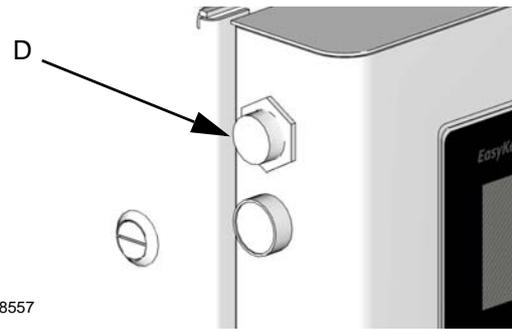
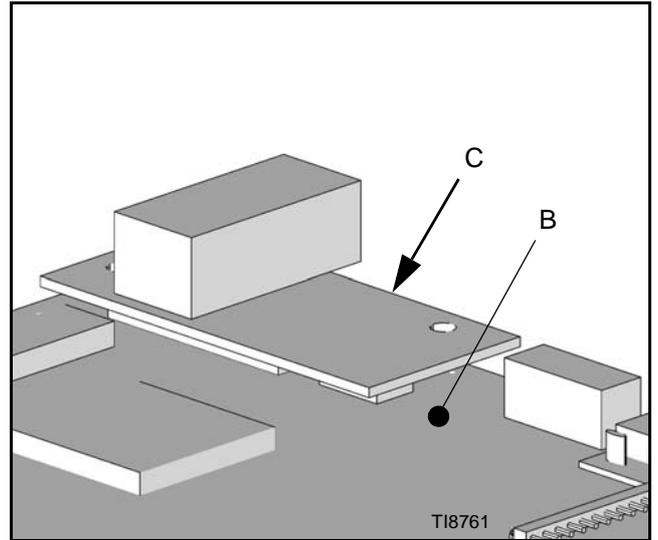
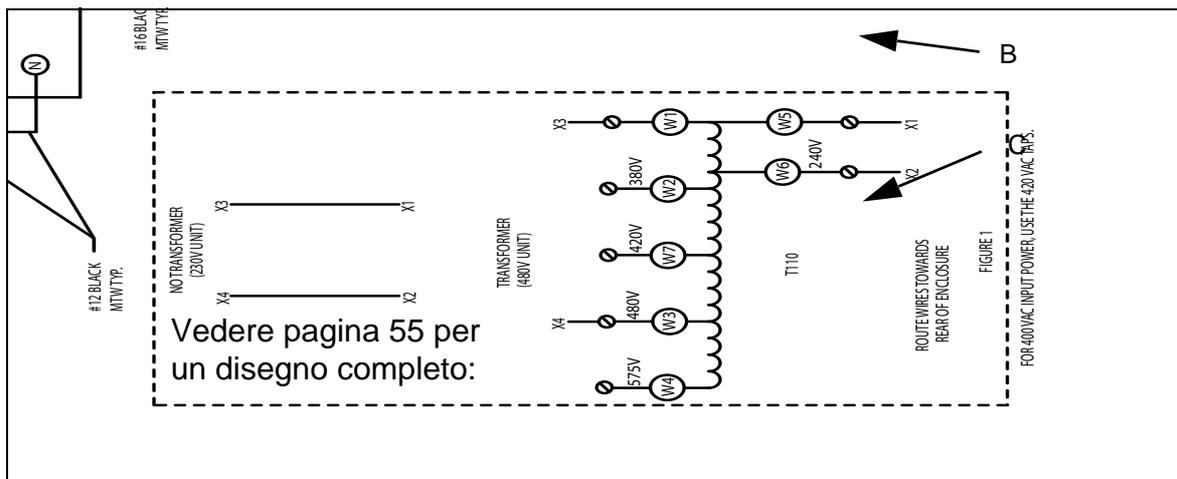

Fig. 40 Installazione del connettore della Paratia RJ45
FIG. 42
FIG. 43
5. Connettere il Gruppo Ethernet 249183 (C) a J9 assicurandosi che il connettore RJ45 sia orientato verso il basso. Vedere FIG. 42 e FIG. 43.
6. Assicurare il Gruppo Ethernet 249183 (C) allo Schermo EasyKey 249480 (B) utilizzando l'hardware fornito.
7. Rimuovere la presa (D) che copre l'apertura Ethernet sull'angolo superiore destro del Pannello di controllo. Vedere FIG. 40.
9. Collegare una delle estremità del cavo Ethernet al Gruppo Ethernet 249183 (C).